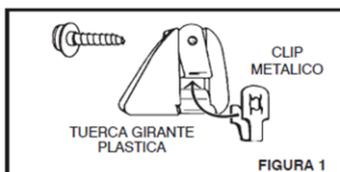

FIGURA 1
### PASO 1 (FIGURA 1)
**PASO 1** Remueva los 8 tornillos de la compuerta trasera instalados en la fábrica. (Marcados con una "X" en la FIGURA 1). Guárdelos para usarlos más adelante.
**PASO 2** Centre la cubierta de la compuerta trasera (FIGURA 1) en la compuerta de la camioneta. Gire la cubierta en un ángulo y deslícela por debajo del borde de la cubierta de la baranda de la camioneta. Alinee los agujeros pretaladrados en la cubierta de la compuerta con los ocho agujeros de la compuerta de la camioneta.
1. Monte los sujetadores del Bedliner "Liner-Lok", deslizando el clip metálico sobre la tuerca girante plástica (Vea Figura 1).